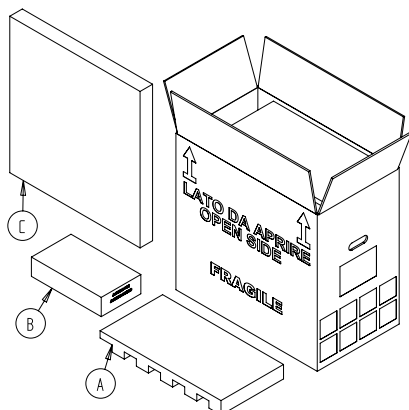

Fig.2 - ESTUCS 600
Åbn æsken (Fig.2) i henhold til symbologien på æsken, fjern polystyrenet, der beskytter produktet (A) og papæsen indeholdende det nødvendige tilbehør for tilslutning af enheden til de relevante anlæg (B).